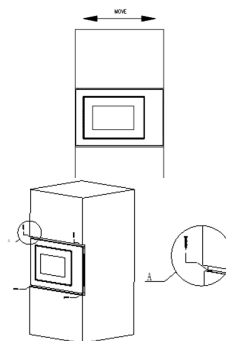

Fig.4
4. Utilisez les vis fournies dans l'emballage des pièces pour fixer le four à micro-ondes dans le meuble. (Fig. 4)